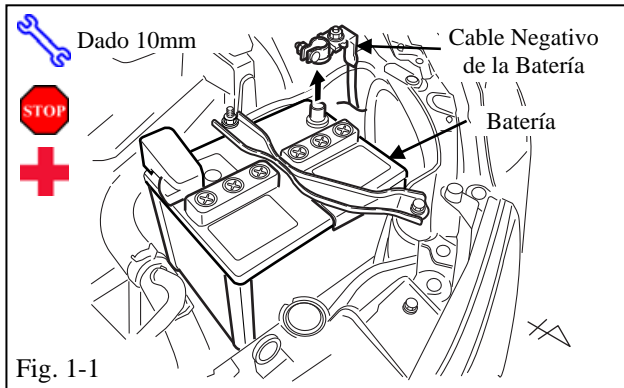

Fig. 1-1
- (b) Desconecte de la Batería el Cable Negativo. (Fig. 1-1)
- (1) Proteja el Guardafangos antes de empezar.
- (2) Observe la posición del Cable de la Batería, ya que después lo colocará en la misma posición.